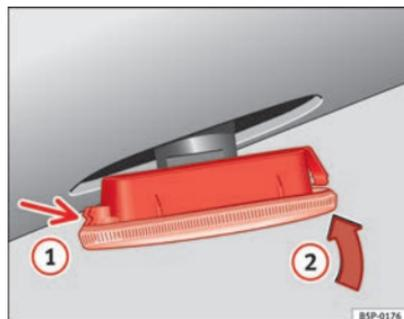

Abb. 205 Seitlicher Blinker
⇒ Abb. 205, Pfeil ①.
- Die Lampe in Pfeilrichtung ② ⇒ Abb. 205 einsetzen.